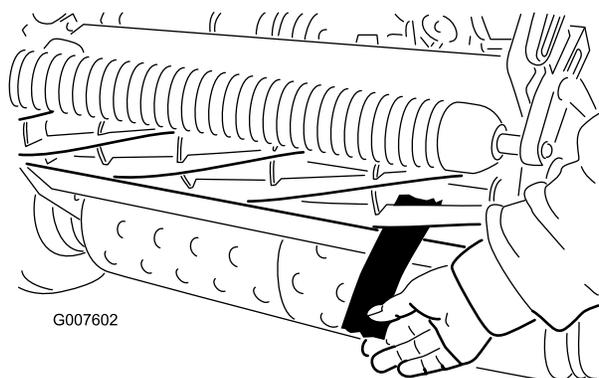

Figure 40
4. À une extrémité de l'avant du cylindre, insérez une longue bande de papier journal entre le cylindre et la contre-lame (Figure 40). Tournez le cylindre lentement en avant tout en tournant la vis de réglage de la barre d'appui dans le sens horaire (du même
6. Vérifiez ensuite si le cylindre peut saisir le morceau de papier inséré par l'avant et le couper lorsqu'il est inséré perpendiculairement à la contre-lame (Figure 40). Normalement, le papier doit être coupé avec un minimum de contact entre la contre-lame et les lames du cylindre. Si le cylindre semble frotter de façon excessive (plus de 0,79 Nm), rodez ou affûtez les lames pour obtenir les bords tranchants nécessaires à une tonte de précision (voir le manuel d'affûtage des cylindres Toro).